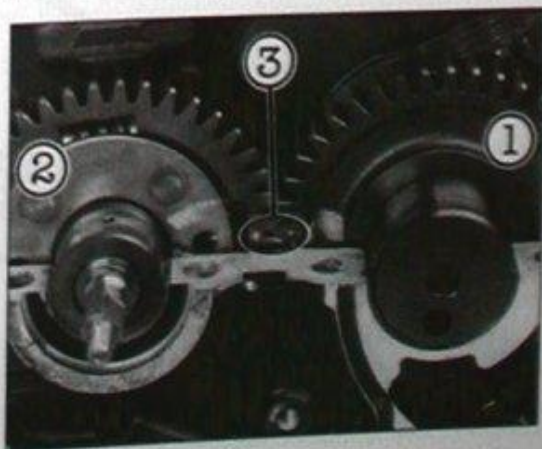

Bild 239
- Markierungen von Kurbel- und Ausgleichswelle aufeinander ausrichten (Bild 239).